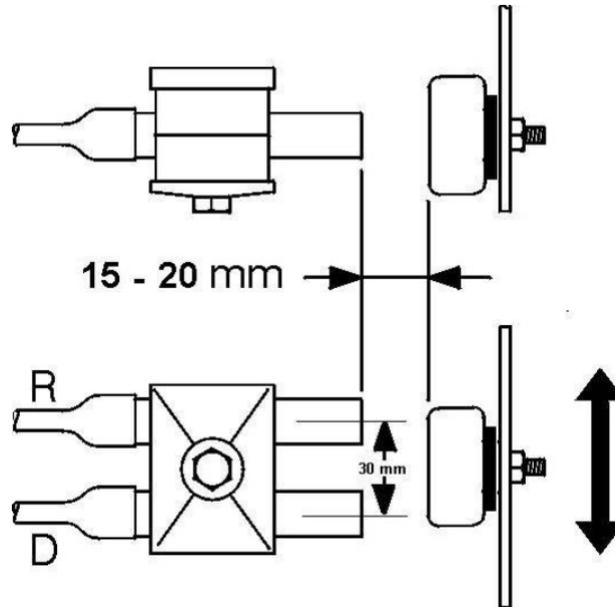

Abbildung 16: Positionierung des Magneten
1. Zwischen dem Magneten und dem Sensor sollte ein Abstand von 15- 20 mm in die angezeigte Richtung eingehalten werden (Abb.16)